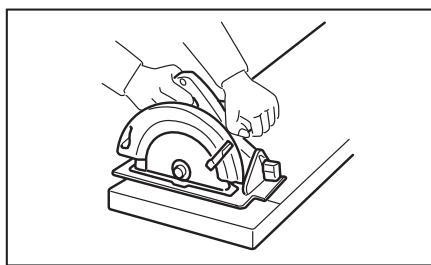
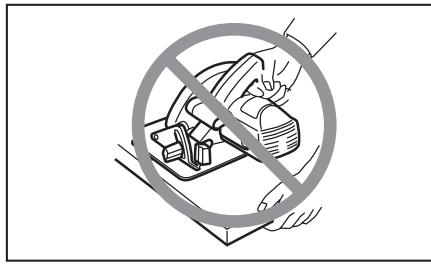

Fig. 5
Fig. 6
16. **Ponga la porción más ancha de la base de la sierra en la parte de la pieza de trabajo que esté solidamente apoyada, no en la sección que caerá cuando se haga el corte.** Como ejemplos, la Fig. 5 muestra la forma **CORRECTA** de cortar el extremo de un tablero, y la Fig. 6 la forma **INCORRECTA**. Si la pieza de trabajo es corta o pequeña, amordácela. ¡NO INTENTE SUJETAR PIEZAS PEQUEÑAS CON LA MANO!